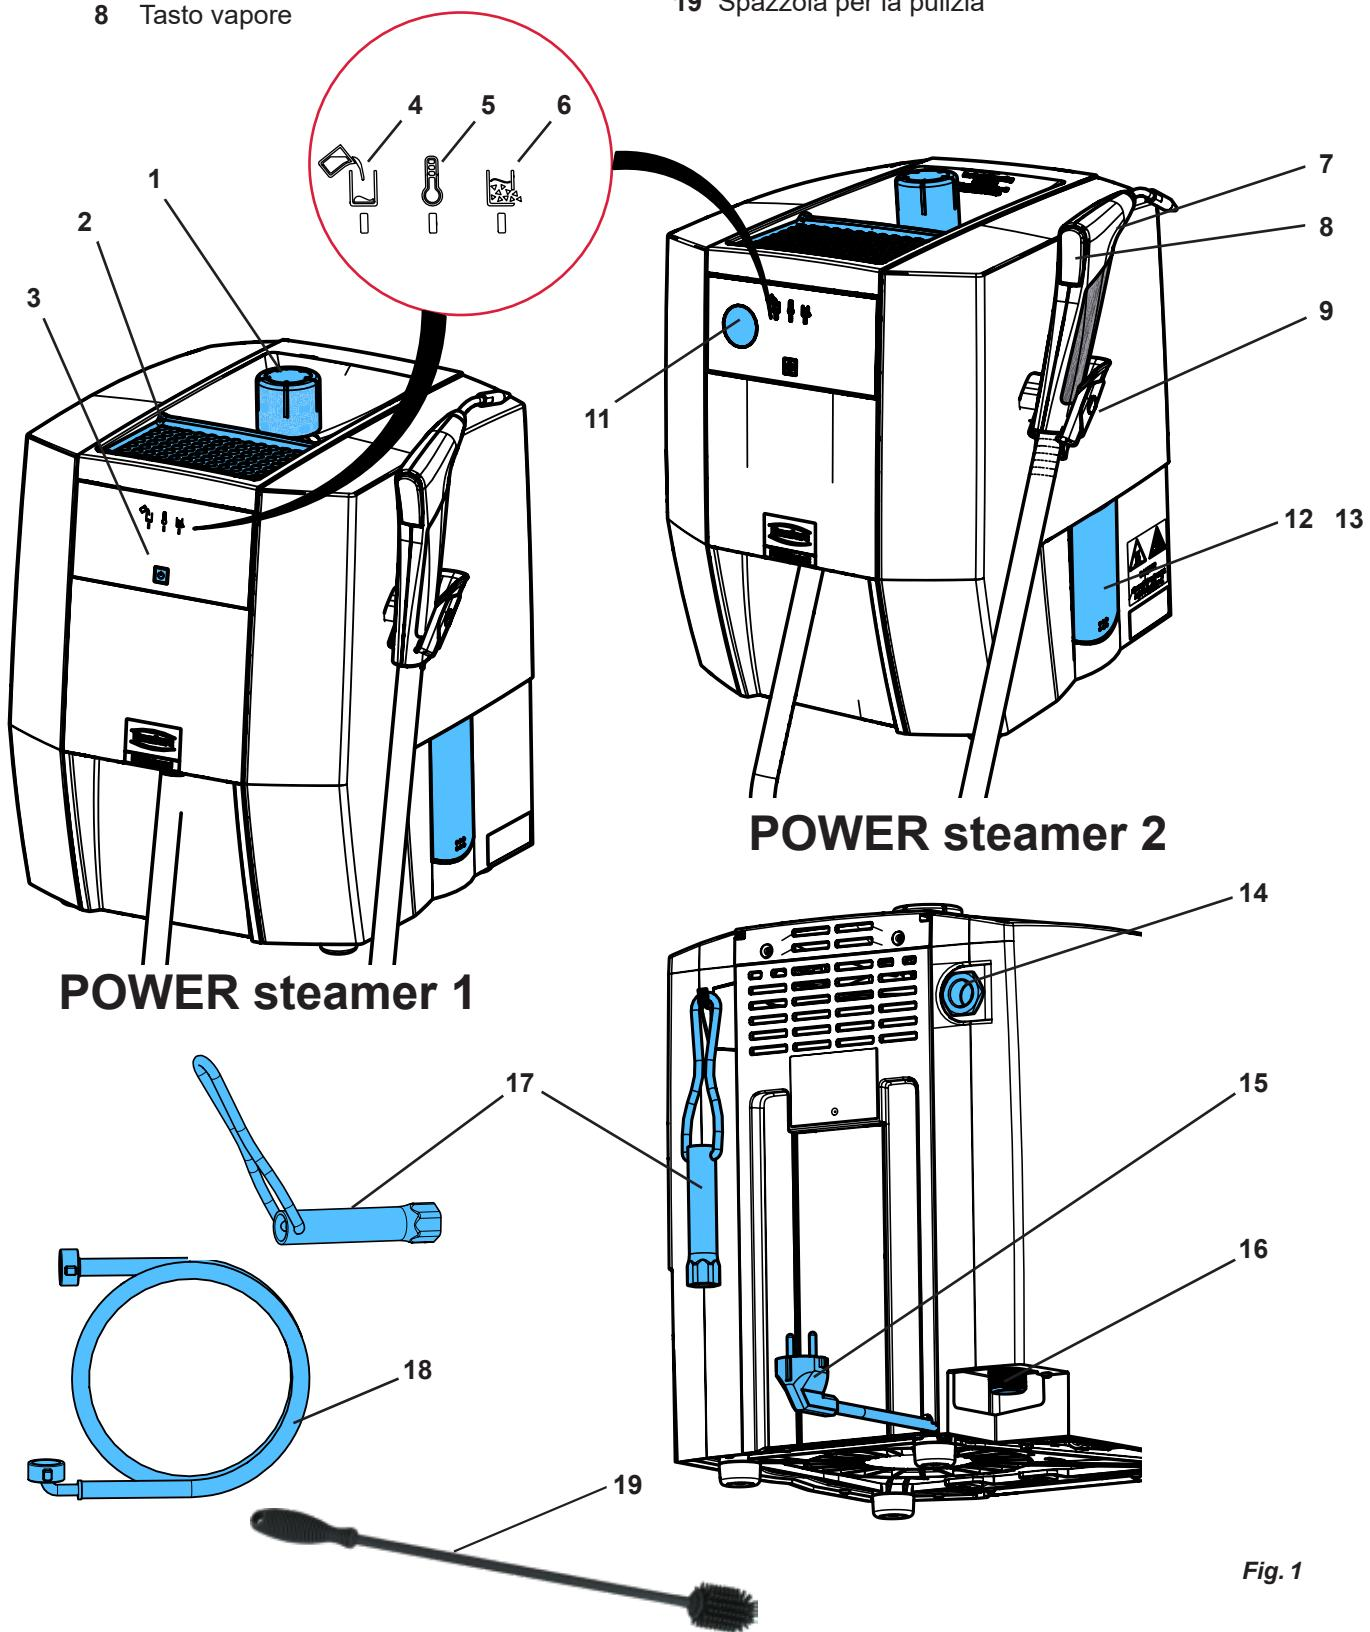

Fig. 1
- Posizionare l'apparecchio in modo che non vi sia pericolo in caso di fuoriuscita di vapore dall'apertura di scarico (14, Fig. 1) della valvola di sovrappressione.
I modelli in gesso o i modelli di rivestimento possono essere appoggiati sul ripiano modelli (2, Fig. 1) per l'asciugatura.
⇒ Avvitare il tappo del serbatoio (1, Fig. 1).
**Posizionare l'apparecchio in modo che non vi siano pericoli in caso di fuoriuscita di vapore dallo scarico della valvola di sovrappressione (14, Fig. 1) (ad es. non posizionare l'apparecchio davanti a una presa di corrente).**
**L'apertura di scarico della valvola di sovrappressione (14, Fig. 1) non deve essere otturata o bloccata in alcun modo.**
Pericolo dovuto a vapore pressurizzato! Prima di aprire la chiusura di ispezione, assicurarsi che il serbatoio a pressione sia stato depressurizzato. A tal fine, aprire e rimuovere il tappo del serbatoio (1, Fig. 1).
⇒ Posizionare l'apparecchio in modo da scaricare l'acqua dall'apertura di ispezione (12/13, Fig. 1) in un lavabo.